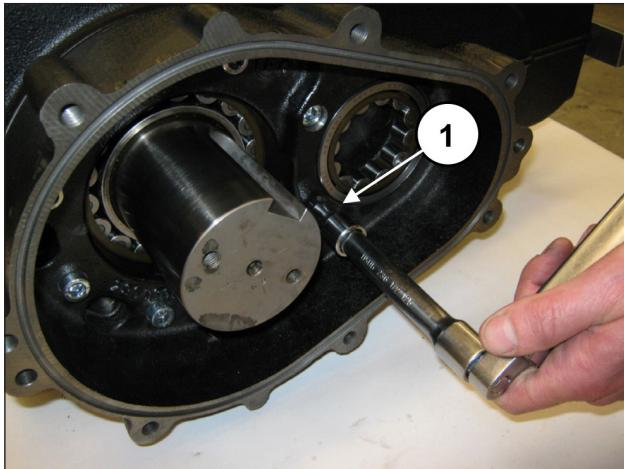

Fig. 64
Tighten the 8 M10x40 screws (pos. ①, Fig. 64).